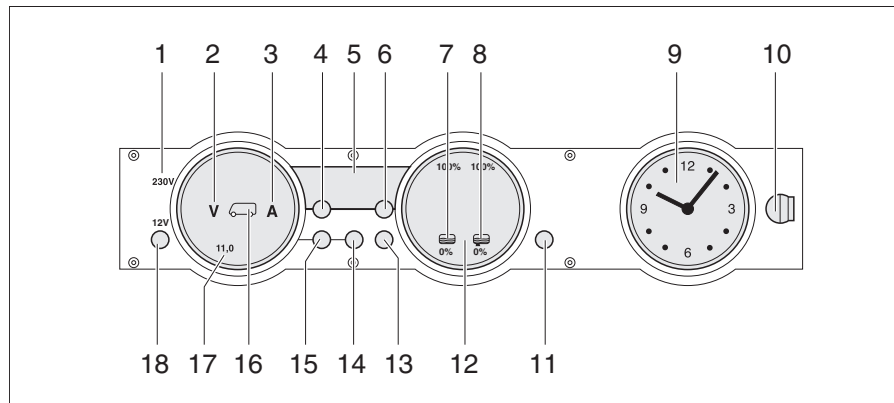

Bild 261 Panel MP 20-T
Die 230-V-Kontroll-Leuchte (Bild 261,1) leuchtet, wenn am Eingang des Elektroblocks Netzspannung vorhanden ist.
Der 12-V-Hauptschalter (Bild 261,18) schaltet das Panel und die 12-V-Versorgung des Wohnraums ein und aus.
- Taste "12 V" (Bild 261,18) kurz drücken. Die 12-V-Versorgung des Wohnraums ist eingeschaltet. Die Kontroll-Anzeige "12 V" leuchtet.
- ▷ Wenn nach dem Einschalten die LED "11,0" der Voltanzeige sowie das Symbol Volt "V" (Bild 261,2) im Anzeigeelement Batterien (Bild 261,17) blinken, dann ist die Spannung der Wohnraumbatterie zu gering. Batterie laden.
- ▷ Wenn nach dem Einschalten die Kontroll-Anzeige "12 V", das Symbol Wohnraumbatterie (Bild 261,16) und das Symbol Volt "V" (Bild 261,2) dreimal blinken, dann ist die Batterietrennung aktiviert. Batterietrennung deaktivieren.
- Taste "12 V" (Bild 261,18) kurz drücken. Die 12-V-Versorgung des Wohnraums ist ausgeschaltet. Die Kontroll-Anzeige "12 V" erlischt.
- Taste Wohnraumbatterie (Bild 261,14) drücken und ca. 10 Sekunden lang gedrückt halten. Die Symbole Volt "V" (Bild 261,2) und Ampere "A" (Bild 261,3) blinken dreimal. Die Wohnraumbatterie ist vom 12-V-Bordnetz getrennt.
- Taste "12 V" (Bild 261,18) drücken und ca. 5 Sekunden lang gedrückt halten. Das Symbol Volt "V" (Bild 261,2) blinkt dreimal. Die Wohnraumbatterie ist mit dem 12-V-Bordnetz verbunden. Die Kontroll-Anzeige leuchtet nach ca. 2 Sekunden.
- Taste Wohnraumbatterie "🔋" (Bild 261,14) drücken. Das Symbol Volt "V" (Bild 261,2) leuchtet. Das Symbol Ampere "A" leuchtet je nach Ladung oder Entladung weiß bzw. rot. Die Batteriespannung und der Strom der Wohnraumbatterie werden über die LEDs im Anzeigeeinstrument angezeigt.
- Taste Starterbatterie "🔋" (Bild 261,15) drücken. Das Symbol Volt "V" (Bild 261,2) leuchtet. Die Batteriespannung der Starterbatterie wird über die LEDs im Anzeigeeinstrument angezeigt.
- Taste Tanks  (Bild 261,13) drücken. Die Symbole Wassertank  (Bild 261,7) und Abwassertank  (Bild 261,8) leuchten. Die Füllstände des Wassertanks (linke Skala) und des Abwassertanks (rechte Skala) werden über die LEDs im Anzeigeeinstrument angezeigt.
Das Symbol Volt "V" (Bild 261,2) und die LED "11,0" blinken, sobald die Spannung der Batterie 11 V (Messung bei laufendem Betrieb) unterschreitet und damit Tiefentladung droht.
Das Symbol Wassertank  (Bild 261,7) oder das Symbol Abwassertank  (Bild 261,8) blinkt, wenn der Wassertank leer oder der Abwassertank voll ist.